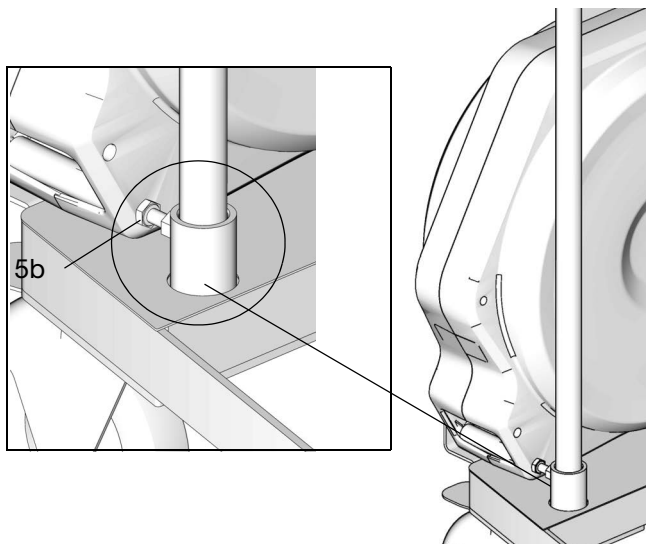

図 31
3. 付属のボルト (5b) を使用してハンドルサブアセンブリ(5a)をカート(5)に固定します。ドライバーを使用してしっかりとボルトを締めます (図 31)。